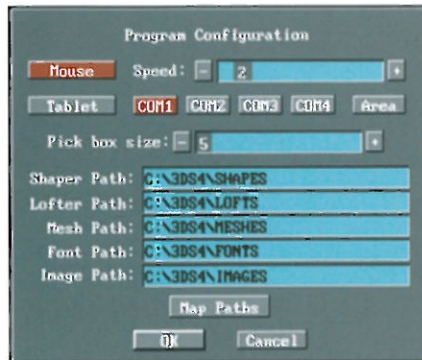

FIGURA 2. VENTANA DE PROGRAM CONFIGURATION
- *Configure*: con este comando podremos configurar el puerto del ratón. Si además tenemos una tableta digitalizadora, podremos configurarla desde este menú. También podremos configurar los *path* o rutas de configuración de los siguientes módulos, desde los cuales tiene que cargar los modelos del 2D Shaper, 3D Loftter y 3D Editor. Igualmente podremos configurar la ruta donde debe buscar nuestras texturas, en caso de que el programa no las encuentre con la función de *Maps Path*. La tecla de función rápida es: "*" (ver figura 2).